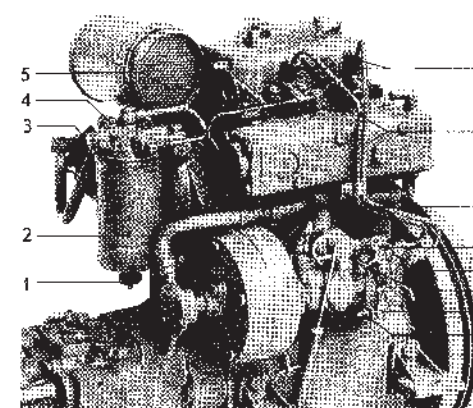

Fig. 20. Système d'alimentation
L'échange du filtre fin doit se faire toutes les 100 heures de marche ou au moins une fois par saison. Nettoyez soigneusement l'extérieur du couvercle du filtre (2, figure 20). Dévissez la cuve du filtre en tournant la tête hexagonale au fond de cette
1. Ouvrez la vis de purge du filtre fin, 4 figure 20.